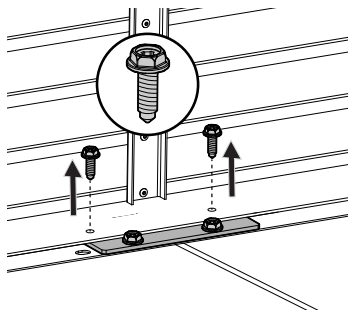

Fig. 22
- c. Instale la moldura superior sujetando cuatro tornillos 4H a lo largo de la base de la moldura con una llave de tubo de $5/16$ " (Fig. 22).